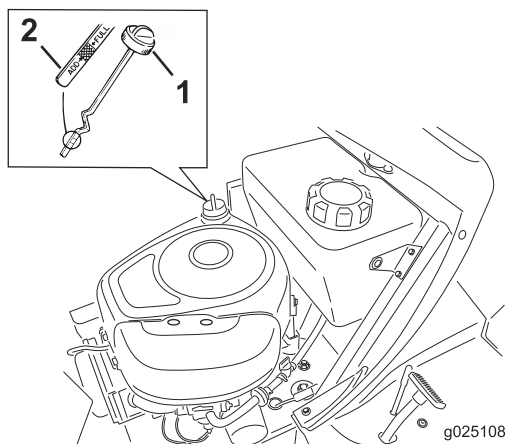

Bild 23
7. Reinigen Sie den Bereich um den Ölpeilstab (Bild 23), damit kein Schmutz in den Einfüllstutzen gelangen und den Motor beschädigen kann.
8. Schrauben Sie den Ölpeilstab los und wischen Sie das Metallende ab (Bild 23).
9. Schrauben Sie den Ölpeilstab vollständig in den Einfüllstutzen (Bild 23).
11. Reinigen Sie den Bereich um den Ölpeilstab und drehen den Verschlussdeckel ab (Bild 23).
12. Gießen Sie ca. 80 % der angegebenen Ölmenge langsam in den Einfüllstutzen (Bild 23).